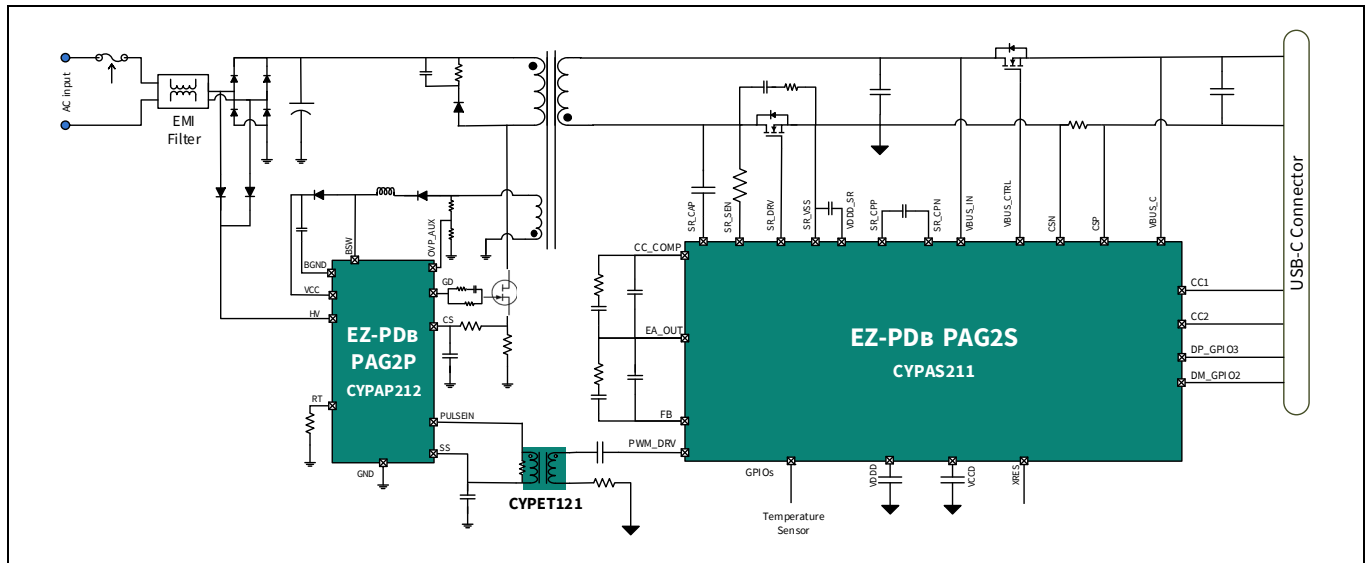

Figure 1 二次側フライバック制御付き USB PD アダプタ
Figure 1 に、二次側制御の同期フライバックシステムを実装した電源アダプタのアプリケーション図を示します。このシステムでは、EZ-PD™ PAG2S-QZ は電圧制御モードでの一次側 MOSFET のパルス幅を変調します。PAG2S-QZ は、内部誤差アンプ (EA) とプログラマブル ランプ ジェネレータを使用して PWM のパルス幅を決定します。PWM 信号は、パルス エッジ トランスを介して二次側から一次側に送信されます。このトポロジでは、PAG2S-QZ は二次側 PWM 制御、充電プロトコル制御、および故障保護という 3 つの主要な機能を備えています。以下の例では、EZ-PD™ PAG2P は一次側コントローラー、PAG2S-QZ は二次側コントローラーとして使用されます。
PAG2S-QZ は、定電圧動作モードと定電流動作モードの両方で二次側出力の検出とレギュレーションを行う 2 個の誤差アンプブロックを内蔵しています。誤差アンプの出力は内部アナログ PWM ブロックに供給されます。誤差アンプの負入力フィードバック (FB) ピンであり、正入力には内部電圧リファレンスです。FB ピンの電圧は、所望の VBUS 出力を達成するように内部電流ソース / シンク IDAC を使用して変更できます。アプリケーション図 (Figure 1) に示すように、FB ピンと EA_OUT ピンの間に外部補正ネットワークが必要です。定電流動作モードでは、機能ブロック図に示すように、内部ローサイド電流検出アンプ (LSCSA) の出力が独立した誤差アンプに供給されます。Figure 1 に示すように、定電流モードにおけるレギュレーションには、CC_COMP_GPIOx と EA_OUT の間に外部補正ネットワークが必要です。